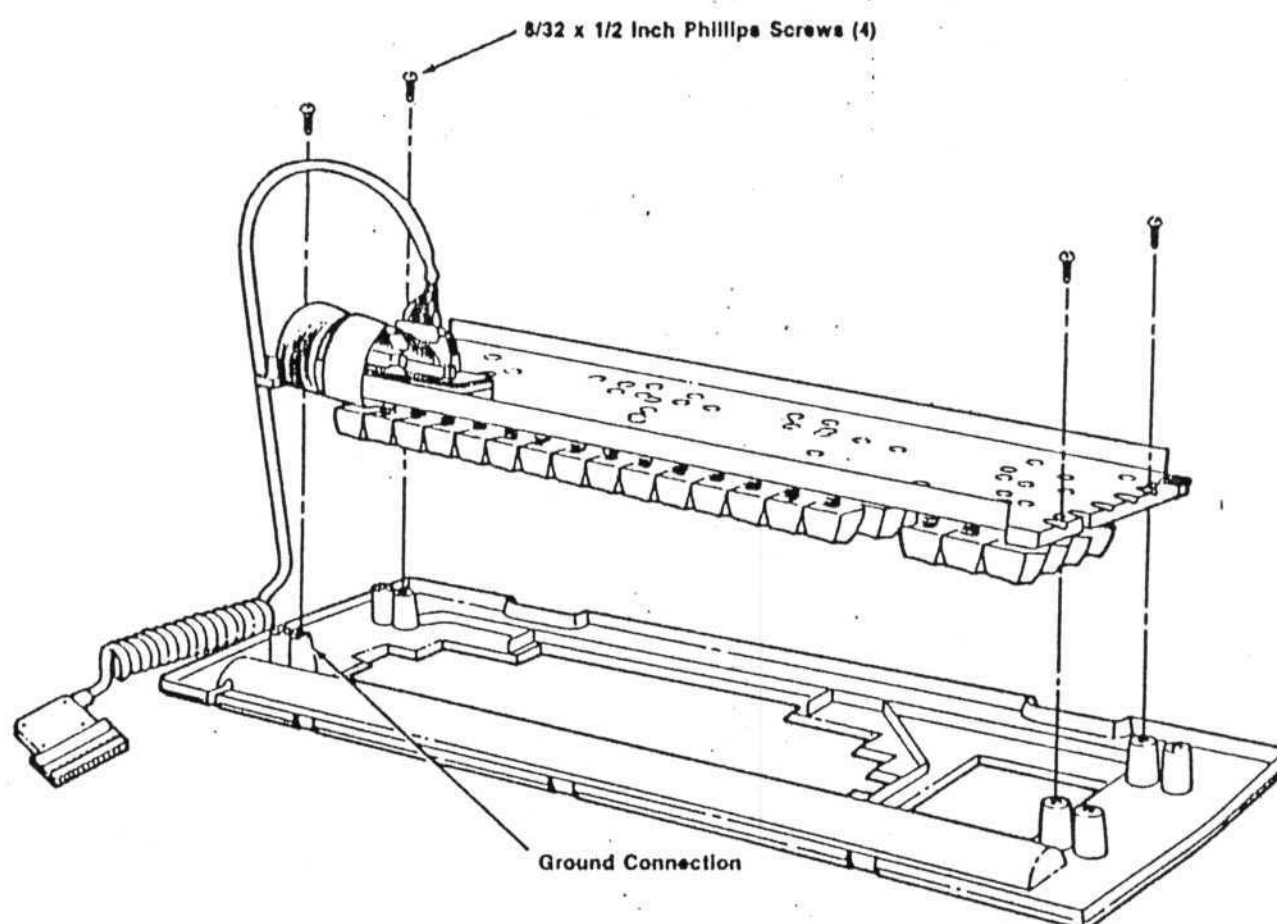

Bild 19
Die Masselitze vom CPU-Board wird mit der Schraube für die Befestigung der Frontplatte an den Stützwinkel festgeschraubt (Bild 19).
1. Tastatur mit der Frontplatte befestigen und wenn nötig ausmitteln (Bild 19).